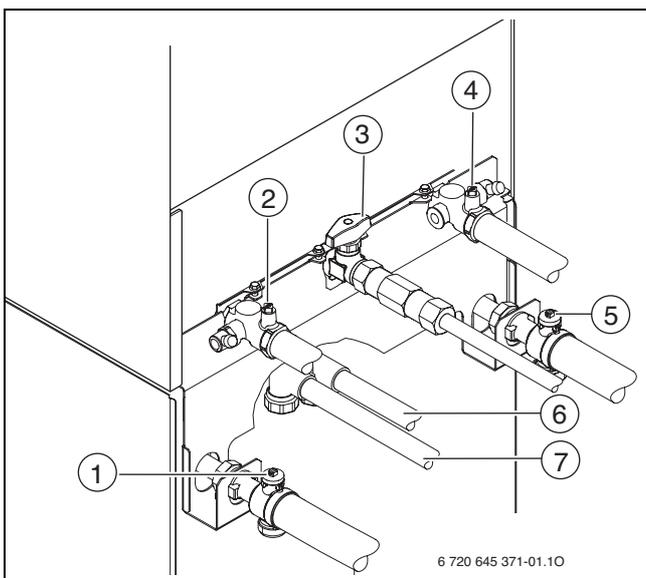

Bild 41
- ▶ Pufferspeicher-Vorlaufhahn [1] und Pufferspeicher-Rücklaufhahn [5] öffnen (→ Bild 41).